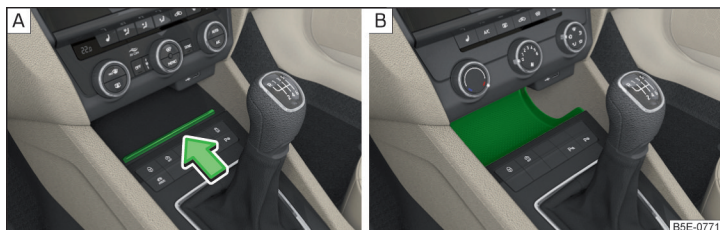

Fig. 95 Ouvrir le compartiment de rangement / Compartiment de rangement non verrouillable
- Pour **l'ouverture**, enfoncez la barre dans le sens de la flèche » fig. 95 - [A].
Sur certaines versions de ce modèle, le vide-poches n'a pas de couvercle » fig. 95 - [B].